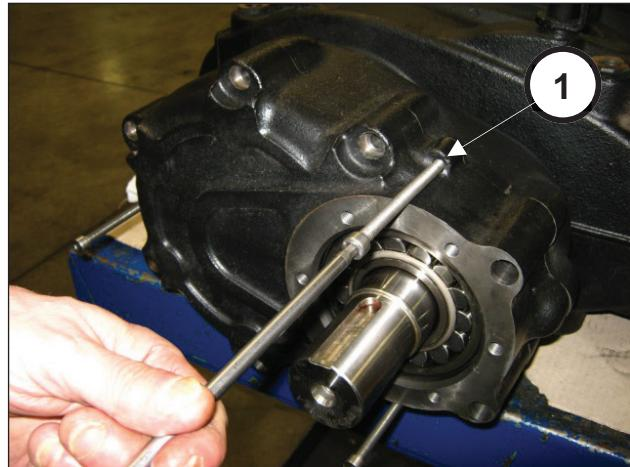
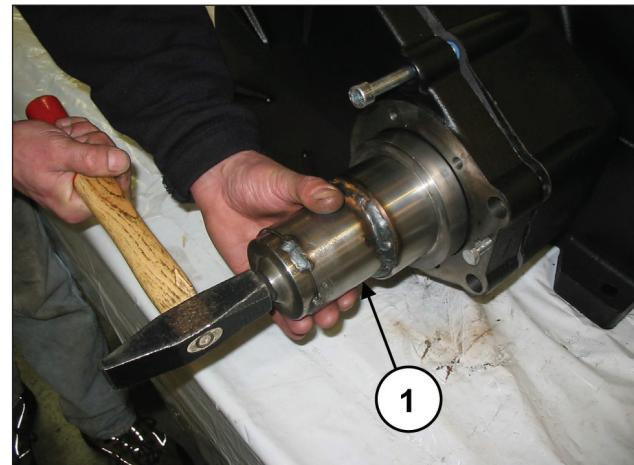

Fig. 8
Fig. 9
Visser 3 goujons filetés (rep. ①, Fig. 8) faisant office d'extracteurs et, simultanément, à l'aide de l'outil approprié (réf. 27887000), frapper sur celui-ci de telle sorte que le roulement reste emmâché sur le pignon pendant l'extraction du couvercle (rep. ①, Fig. 9).